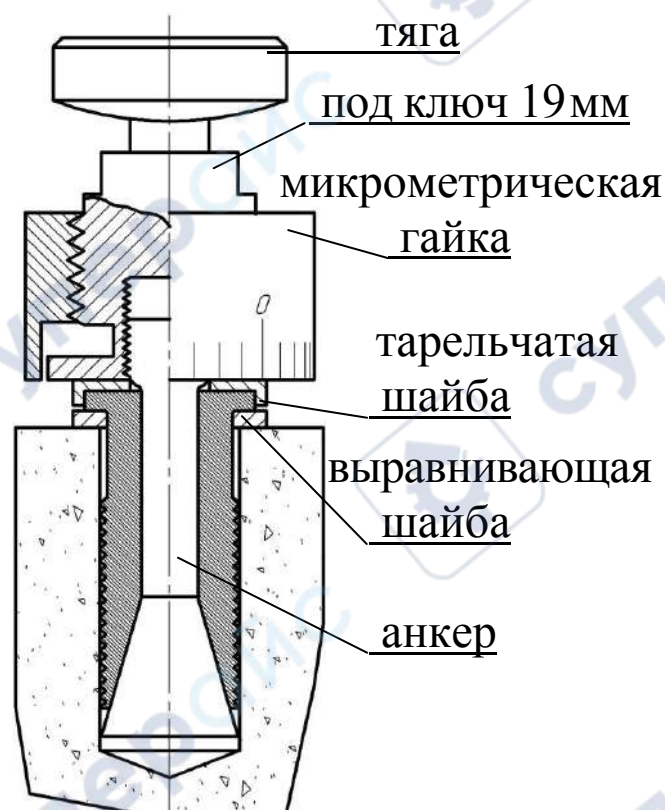

Рисунок 2.1 – Установка анкера
2.2.1.5 Заложить анкерное устройство с тягой в подготовленное отверстие до упора выравнивающей шайбы в поверхность бетона (рис. 2.1) и создать предварительное напряжение в зоне установки анкера, для чего ключом на 19 довернуть тягу по часовой стрелке, не допуская вытягивания анкера из отверстия. Затяжку произвести с усилием (момент затяжки 4,5 – 5,0 кг·м).